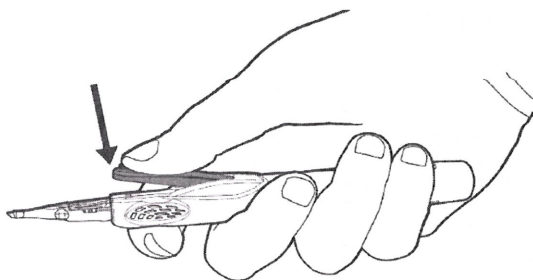
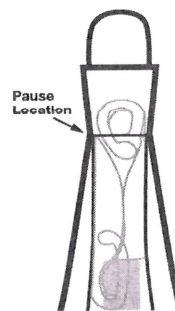

Figura 6a
Figura 6b
Paso 10. Presione completamente la palanca de control de velocidad para mover el desatascador hacia adelante y plegar el LIO (**Figura 6a**). Para detener el LIO, suelte la palanca de control de velocidad cuando el borde delantero de la óptica esté a la altura del lugar de pausa en la boquilla (**Figura 6b**).